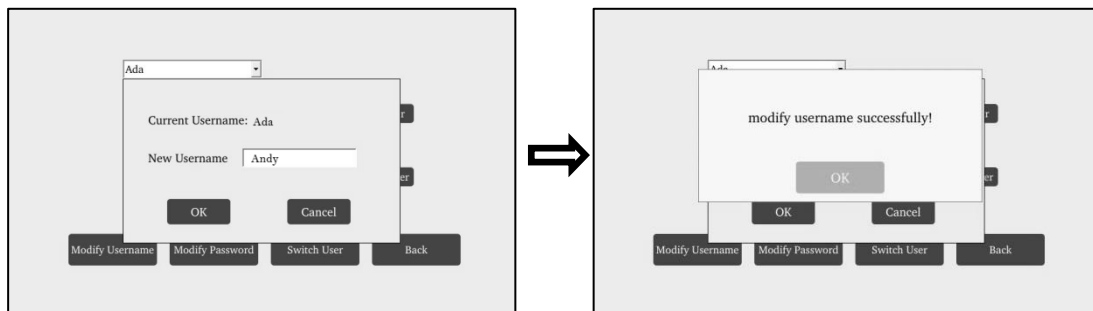

Fig. 26
- ii. **Modificar nome de usuário:** Clique em “Modificar nome de usuário”, preencha o novo nome e clique em “OK” para concluir a configuração. (Consulte a Fig. 26)